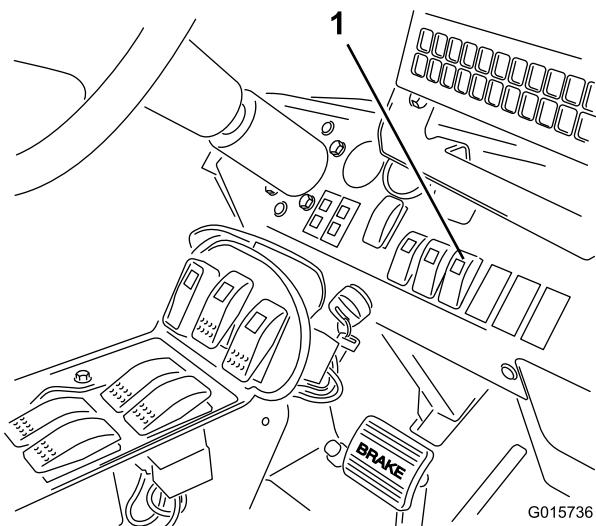

Figura 23
4. Premete l'interruttore Sonic Boom sul cruscotto in posizione automatica (Figura 23).